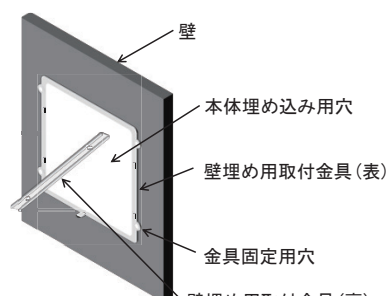

図3.4.2
- 穴を通して取付金具（裏）(*1、2) を壁の背面に差し込みます。(図 3.4.2、3)